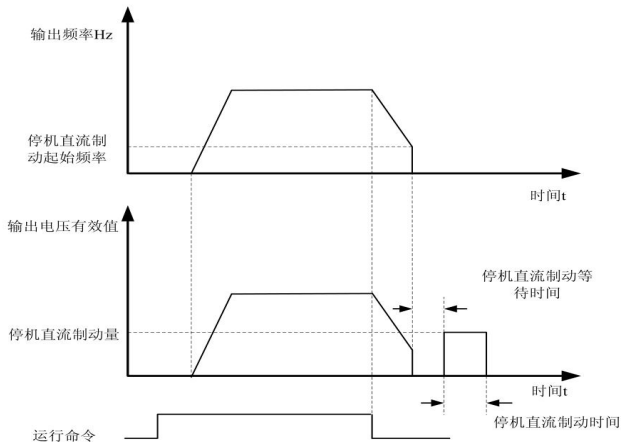

图 F01-3 停机直流制动示意
**停机直流制动时间：**直流制动量保持的时间。此值为 0 则直流制动过程被取消。停机直流制动过程见图 F01-3 示意图所示。